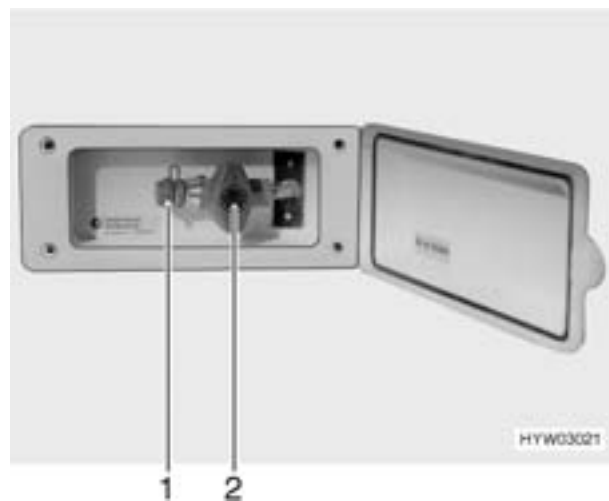

Bild 111 Externer Gasanschluss, Absperrhahn geschlossen
- ▶ Wenn der externe Gasanschluss nicht genutzt wird, immer den Absperrhahn (Bild 111,2) schließen.
- ▶ Darauf achten, dass nach dem Anschließen und nach dem Öffnen des Absperrhahns kein Gas an der Anschluss-Stelle (Bild 111,1) austritt. Wenn der externe Gasanschluss nicht dicht ist, strömt Gas ins Freie. Sofort den Absperrhahn und das Haupt-Absperrventil an der Gasflasche schließen. Den externen Gasanschluss von einer autorisierten Fachwerkstatt prüfen lassen.
Der externe Gasanschluss (Bild 111) befindet sich je nach Modell am Heck oder auf der linken Fahrzeugseite.